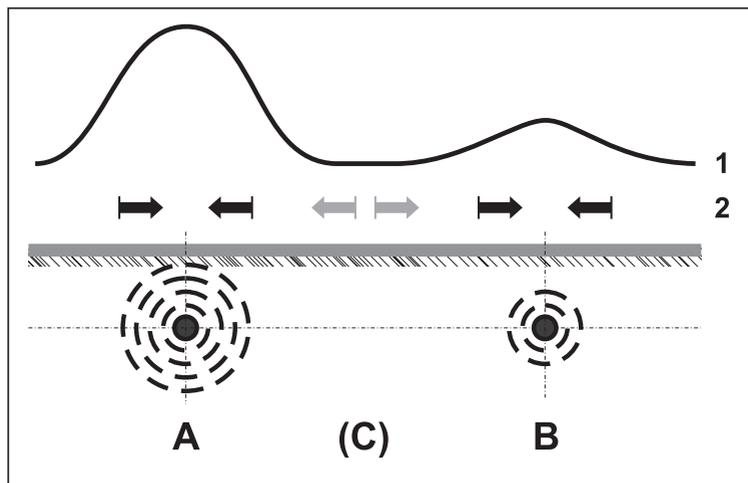

Fig. 41: Situação de localização no caso de linhas lado a lado
A fig. 41 mostra uma situação de localização, na qual existe uma outra linha B junto à linha A a ser localizada. A Linha A é alimentada diretamente. Sobre as duas linhas, o caminho do sinal (1) exhibe um máximo.